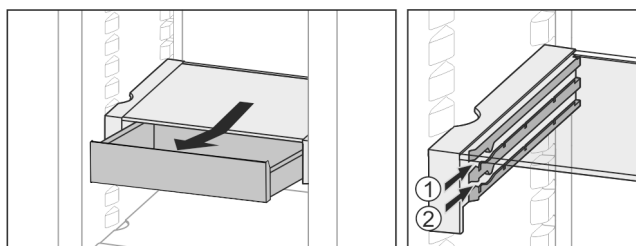

Fig. 30
- ▶ Skjut in i valfri höjd Fig. 30 (1) eller Fig. 30 (2).